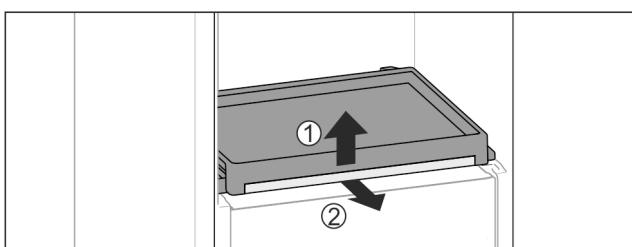

Fig. 111
- Выньте выдвижную панель со стеклянной панелью: Слегка приподнимите спереди стеклянную полку Fig. 111 (1) и потяните вперед Fig. 111 (2).